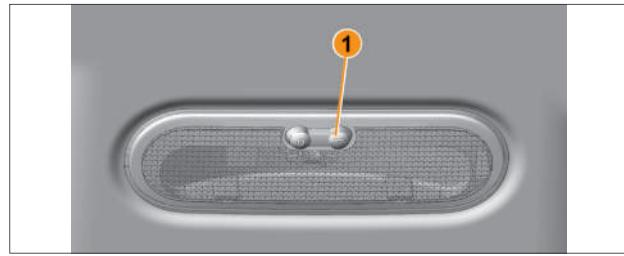

Рис. 4.2.2. Плафон освещения мест задних пассажиров (в вариантом исполнении)
**В вариантом исполнении** автомобиль комплектуется плафоном освещения мест задних пассажиров (рис. 4.2.2). Трехпозиционная клавиша выключателя 1 обеспечивает следующие режимы работы освещения: